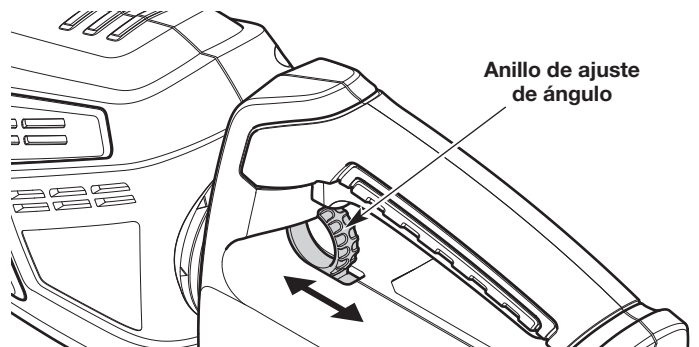

Fig. 10
1. Tire y sostenga el anillo de ajuste de ángulo (Fig. 10).